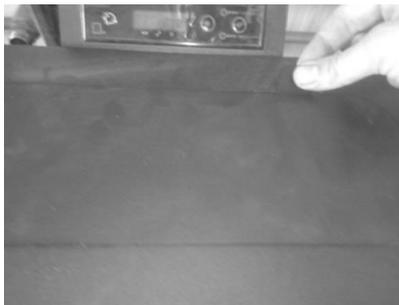

Figura 45 - Abertura da tampa do depósito de *pellets*
Para aceder ao depósito de *pellets* deverá retirar a tampa situada no topo do equipamento (Figura 45).
- 1 – Abra a tampa do depósito de *pellets*, na zona superior do equipamento, tal como mostrado na figura 45.